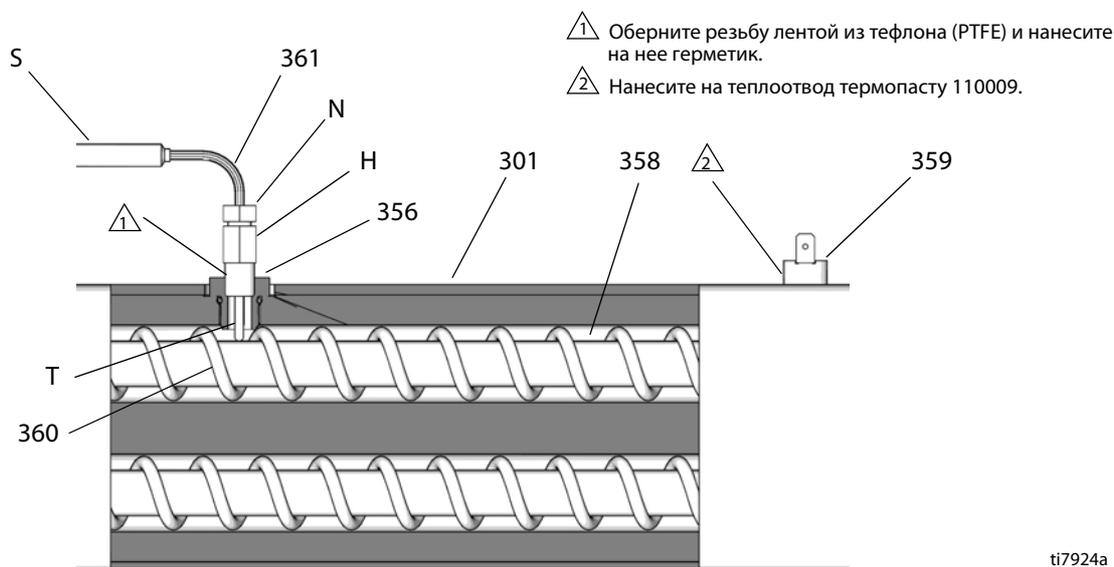

Рис. 8: Термопара
7. См. Рис. 8. Ослабьте зажимную гайку (N). Снимите термопару (361) с корпуса нагревателя (351), затем снимите корпус термопары (H). Не снимайте переходник термопары (356), если это не требуется. Если переходник необходимо снять, убедитесь в том, что смеситель (360) не препятствует его замене.
8. Замените термопару (см. Рис. 8).
- b. Оберните внешнюю резьбу лентой из ПТФЭ и нанесите на нее герметик, привинтите корпус термопары (Н) к переходнику (356).
- c. Протолкните термопару (361) внутрь таким образом, чтобы наконечник (Т) касался нагревательного элемента (358).
- d. Удерживая термопару (Т) прижатой к нагревательному элементу, после первоначальной затяжки затяните зажимную гайку (N) еще на 1/4 оборота.
9. Протяните провода (S) в шкаф и соедините их со жгутом, как ранее. Подключите провода к плате.
11. Включите нагреватели А и В для их одновременной проверки. Их температура должна повышаться с одинаковой скоростью. Если температура одного из нагревателей ниже, ослабьте зажимную гайку (N) и затяните корпус термопары (H) таким образом, чтобы наконечник термопары (Т) касался элемента (358).
5. Отсоедините один токоподводящий провод от реле перегрева (359), Рис. 8, стр. 33. Проверьте реле с помощью омметра. Сопротивление должно составлять приблизительно 0 Ом.
6. Если реле не пройдет проверку, отсоедините провода и выкрутите винты. Выбросьте неисправное реле. Нанесите термопасту 110009, установите новое реле в том же месте на корпусе (351) и закрепите винтами (311). Подсоедините провода.